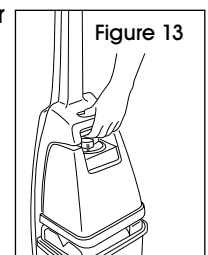

Figure 13
5. L'aspirateur peut également être levé en plaçant une main sous la poignée du réservoir de solution propre supérieur comme illustré. (Voir Figure 13)